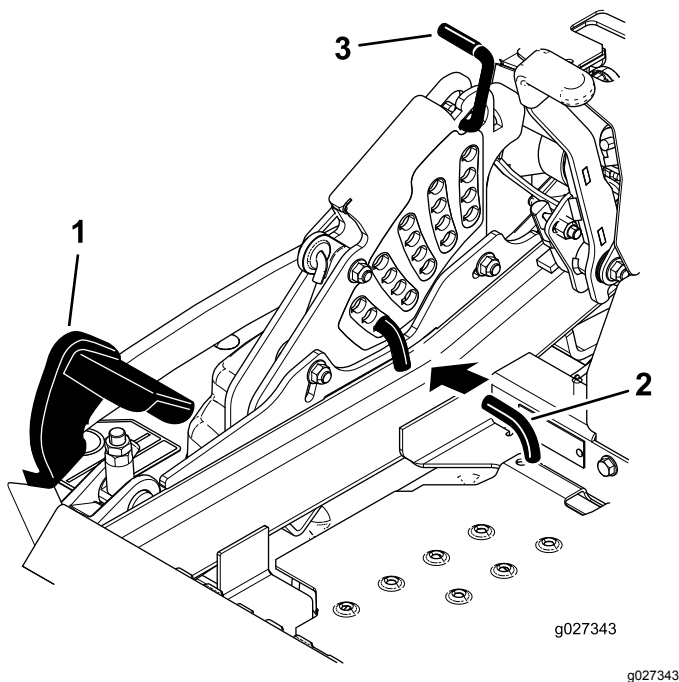

Figura 112
5. Pressione totalmente o pedal de elevação da plataforma e a plataforma tranca na posição de transporte de 14 cm (Figura 112).